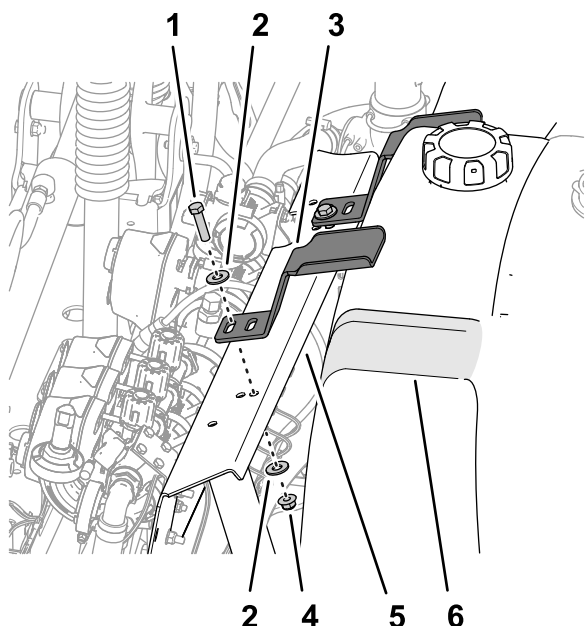

Figura 14
2. Allineate l'ancoraggio con l'incavo nella parte superiore del serbatoio di lavaggio (Figura 14).
3. Allineate la scanalatura nell'ancoraggio con il foro nel supporto della valvola (Figura 14).
5. Ripetete i passaggi da 2 a 4 per l'altro ancoraggio nell'altro incavo del serbatoio di lavaggio (Figura 14).